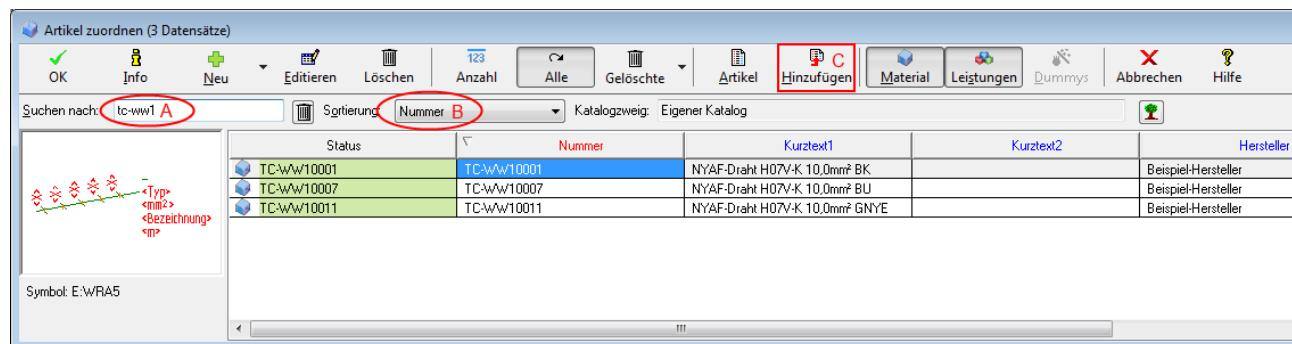

Abbildung 3.4.11: Artikel zuordnen
Treesoft CAD öffnet das Dialogfeld für die Artikelzuordnung. In der Liste ist bereits eine Vielzahl von gängigen Artikeldaten für Verdrahtungen aufgeführt (siehe Abbildung 3.4.11). Diese gehören standardmäßig zum Lieferumfang von Treesoft CAD und werden mit dem Katalogverzeichnis Treesoft CAD **Stammdaten - Plug-In Steuerungstechnik (IEC)** eingespielt.
Wählen Sie in dem Listenfeld die Drahtverbindung **TC-WW10001** (NYAF-Draht H07V-K 10,0mm2 BK). Geben Sie zur Eingrenzung der Liste im Feld **Suchen nach** den Text **tc-ww1** ein (siehe Abbildung 3.4.11 Markierung A). Beachten Sie das im Feld **Sortierung** die **Materialnummer** ausgewählt ist (siehe Abbildung 3.4.11 Markierung B) und als **Katalog** die Auswahl **Alle** (siehe Abbildung 3.4.11 Markierung C). Betätigen anschließend die Schaltfläche **Hinzufügen** (siehe Abbildung 3.4.11 Markierung D).
**WICHTIG** Über die Schaltfläche **Löschen** in der Liste der Artikelauswahl (siehe Abbildung 3.4.11) löschen Sie sämtliche dem aktuellen Symbol zugeordnete Artikel.